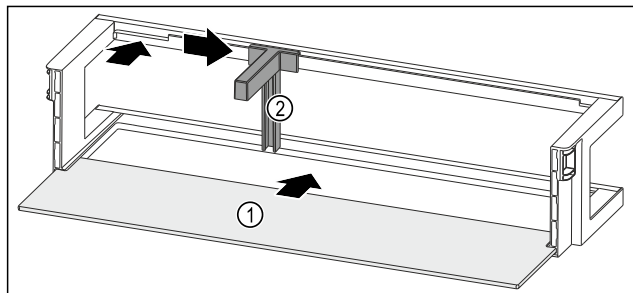

Fig. 212 Polica u vratima s policom za odlaganje
- ▶ Umetnite policu Fig. 212 (1) u bočna udubljenja.
- ▶ Držač za boce Fig. 212 (2) umetnite u otvor.
- ▶ Držač za boce Fig. 212 (2) pogurnite u željeni položaj na stranu.